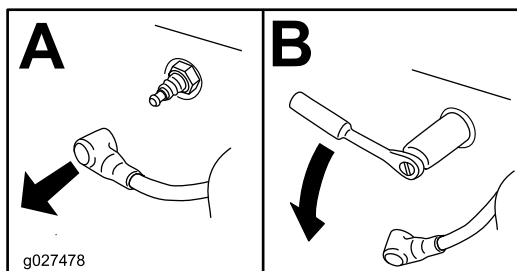

Figura 50
4. Demontați bujia (Figura 50).